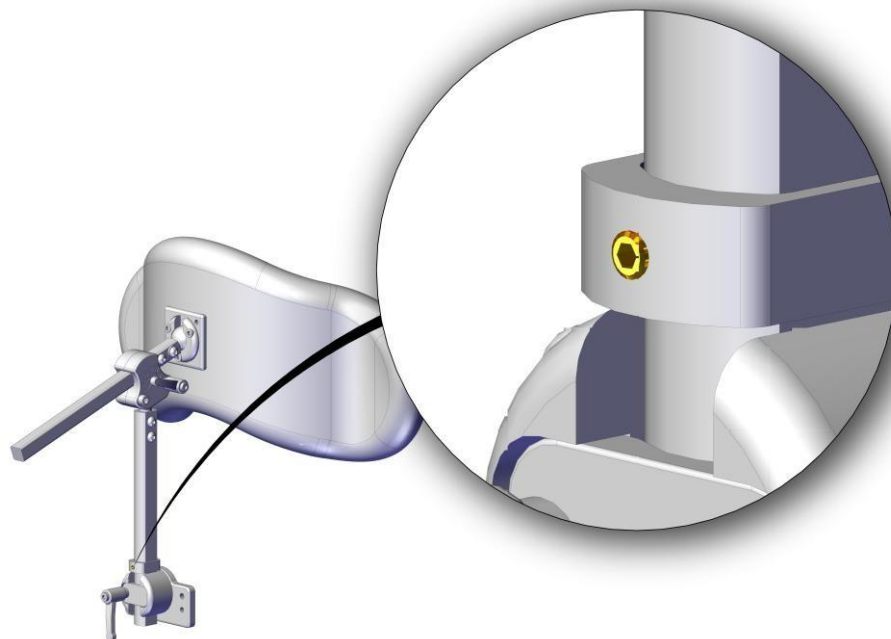

Abb. 4
- Lösen Sie die in der Abbildung 4 dargestellte Innenkantschraube.